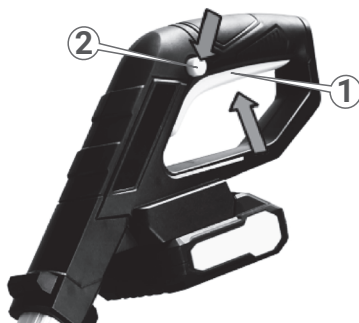

Рисунок 12. Схема пуску/зупинки тримера.
5. Натиснути на кнопку блокування від випадкового увімкнення (2, рис. 12), після чого – на куркову клавішу (1, рис. 12) «Увімк/Вимк». Різальний інструмент почне відразу обертатися.
6. Для зупинки виробу відпустити куркову клавішу (1, рис. 12) «Увімк/Вимк», двигун одразу зупиниться і загальмує рух усіх механізмів та кінцевої насадки.